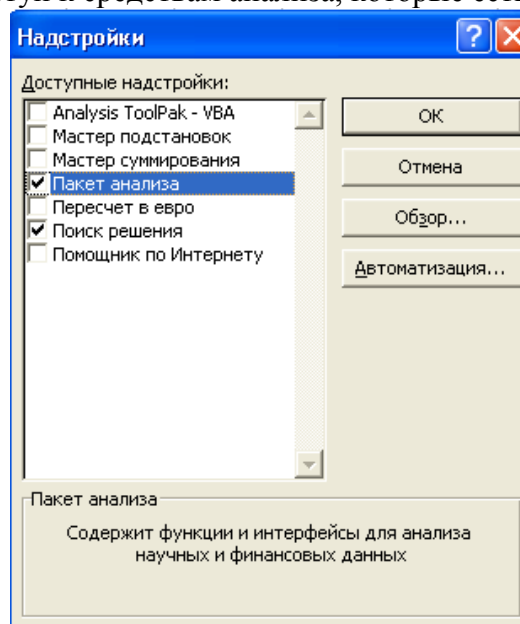

Рис.1. Для активизации надстройки Пакета анализа следует установить соответствующий флажок
2. В диалоговом окне Надстройки (рис. 1) установите флажок Пакет анализа.